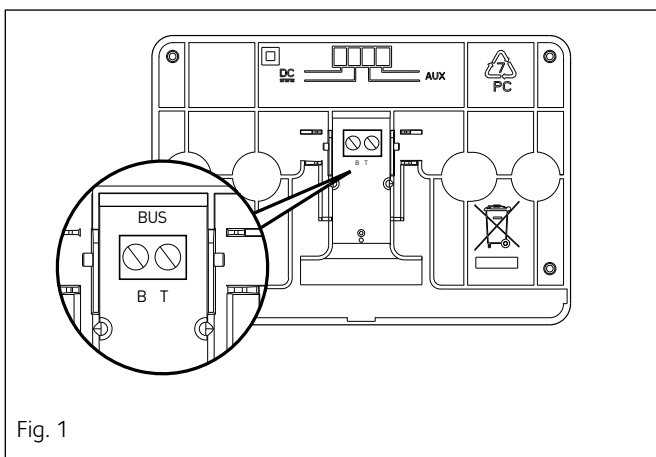

Fig. 1
- avant de raccorder les fils à la base de l'interface du système (fig.1),